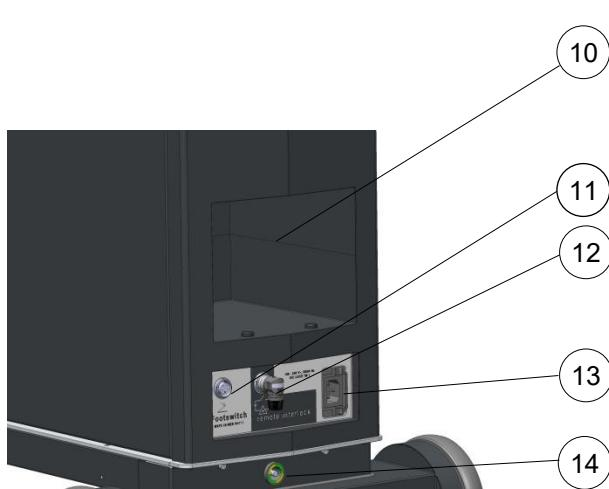

Fig. 3-2: Vista traseira
- Para separar a consola laser ELIOS da rede elétrica, desligue a ficha de alimentação do dispositivo (Fig. 3-2).
- A consola laser ELIOS deve ser posicionada de modo a permitir a remoção da ficha de alimentação do dispositivo em qualquer altura (Fig. 3-2).
O pedal deve estar ligado ao conector do pedal (ver Fig. 3-2). O pedal é utilizado para acionar a emissão de laser. O acionamento do pedal ativa a emissão de laser. Assim que o pedal for libertado, a emissão de laser é interrompida.
A consola laser ELIOS está equipada com um conector para equipotencialização elétrica (ver Fig. 3-2). A ligação a uma equipotencialização elétrica adicional pode ser feita utilizando um cabo de equipotencialização.
A consola laser ELIOS está equipada com um conector para um interbloqueio remoto, por exemplo, um contacto de porta (ver Fig. 3-2). Se os contactos da ficha de ligação estiverem abertos, a emissão do laser é interrompida. Pode obter mais informações sobre a ligação de um interbloqueio remoto à consola laser ELIOS junto da MLase ou de um parceiro de assistência autorizado.